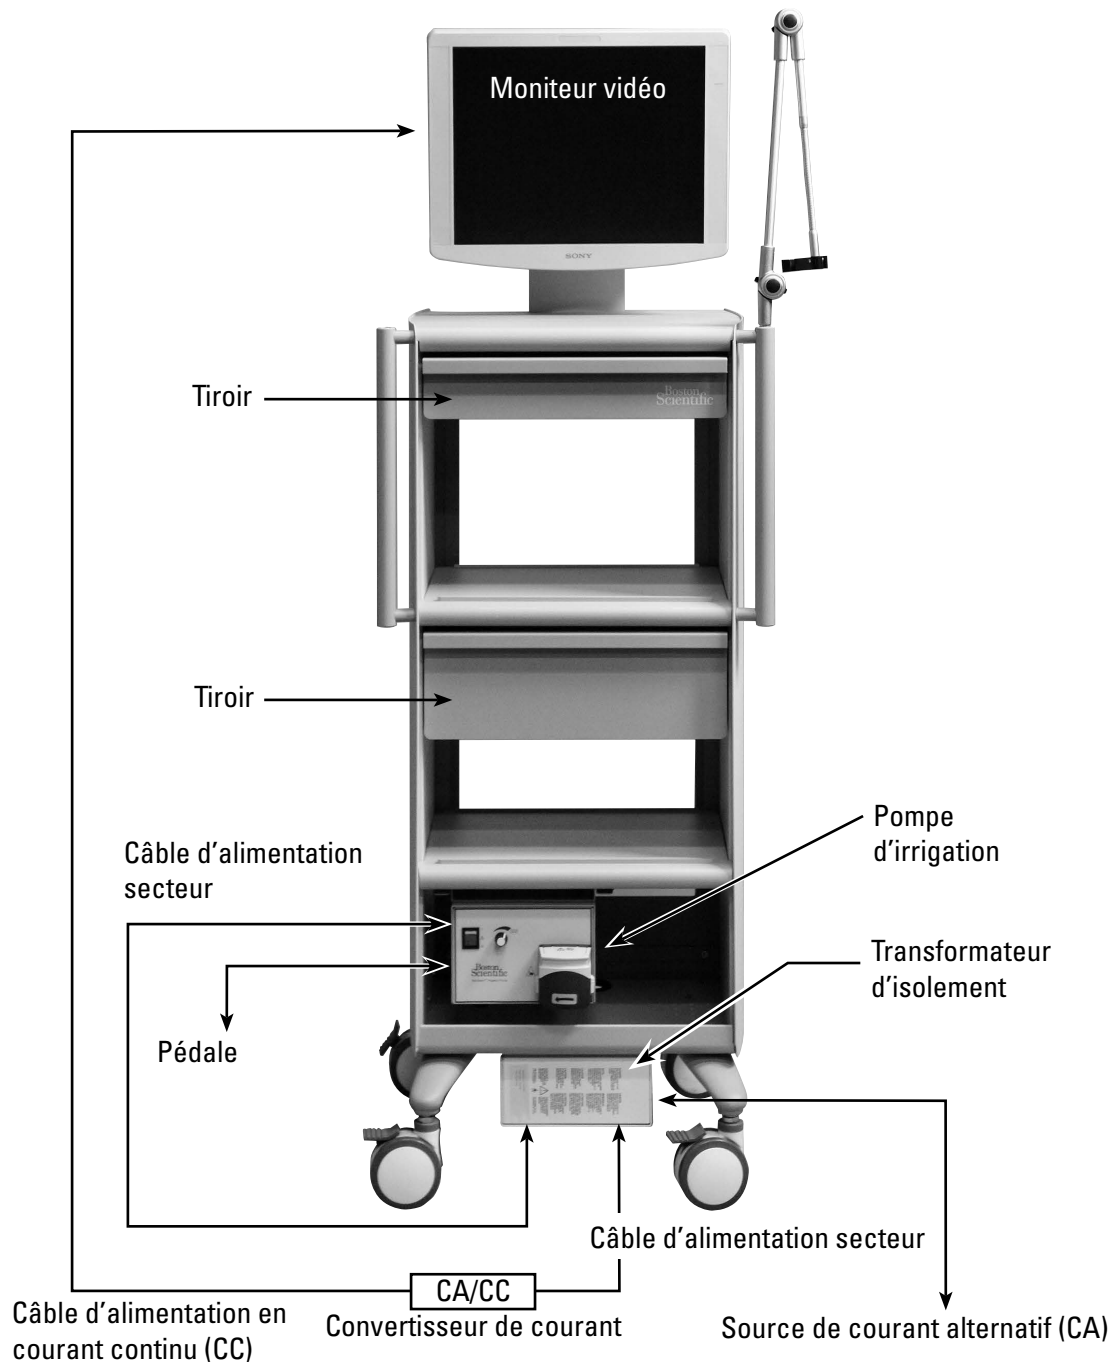

Figure 13. Branchement des composants auxiliaires
4. Acheminer le câble d'alimentation CC du convertisseur de courant du moniteur jusqu'à l'orifice de l'étagère supérieure du chariot (derrière le tiroir du haut), puis le faire passer par l'orifice situé à l'arrière de la tour du moniteur. Voir la figure 13 - Connexion des composants auxiliaires.
6. Brancher la pompe d'irrigation au transformateur d'isolement à l'aide d'un câble d'alimentation de 0,5 meter. Veiller à acheminer le câble par l'orifice de l'étagère inférieure. Voir la figure 13 - Connexion des composants auxiliaires.